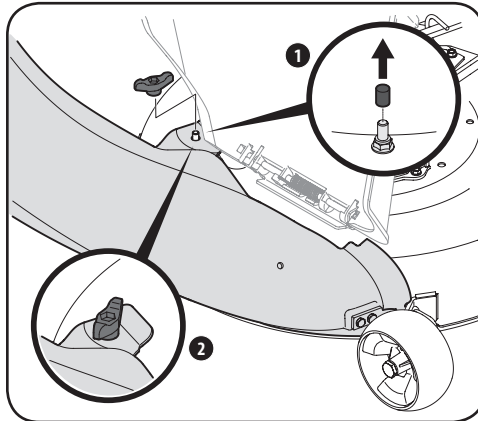

Figura 4-18
- Fije el codo del canal a la plataforma con la perilla de aletas (720-04122) del paquete de herrajes 689-00600. Consulte la Figura 4-18.
Nota: Si la hubiera, retire la cubierta protectora del prisionero de montaje en la plataforma de corte como se muestra en el recuadro de la Figura 4-18.